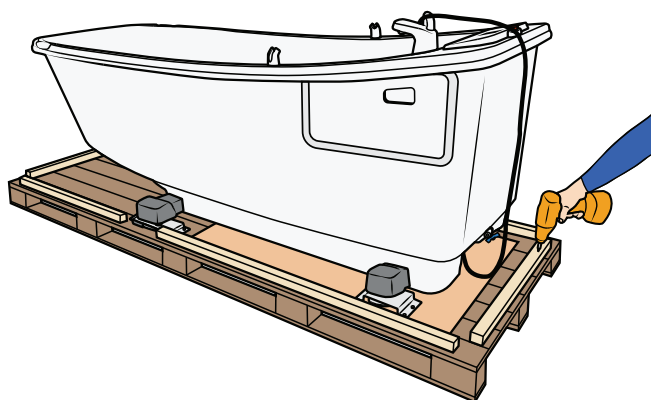

Figure 3
2. Retirez la barre en bois à l'extrémité des pieds. Voir Figure 3.